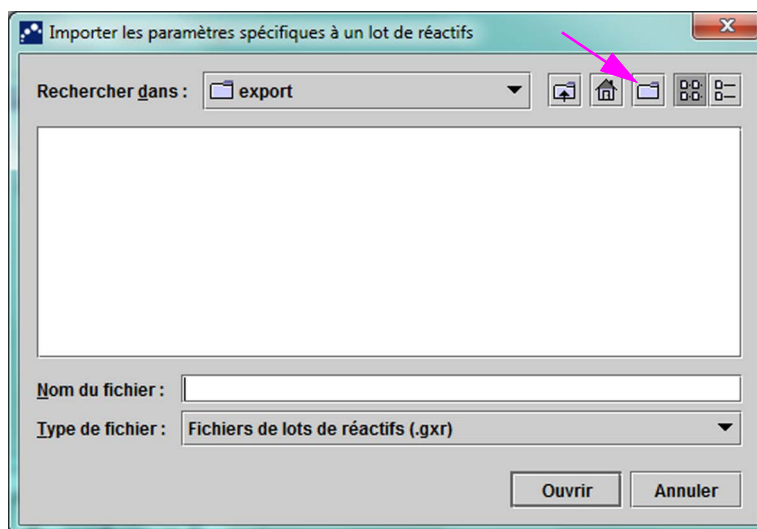

Figure 2-96. Boîte de dialogue Importer les paramètres spécifiques à un lot de réactifs
4. Dans la liste déroulante Rechercher dans, (voir la Figure 2-96), localisez et sélectionnez le fichier .gxr/.nxr préalablement obtenu auprès de l'assistance technique, puis cliquez sur **Ouvrir**. Le nouveau numéro de lot apparaît dans la boîte de dialogue Paramètres spécifiques au lot de réactifs. Cliquez sur **Fermer** dans la boîte de dialogue Paramètres spécifiques au lot de réactifs pour retourner dans la fenêtre Définir les tests.